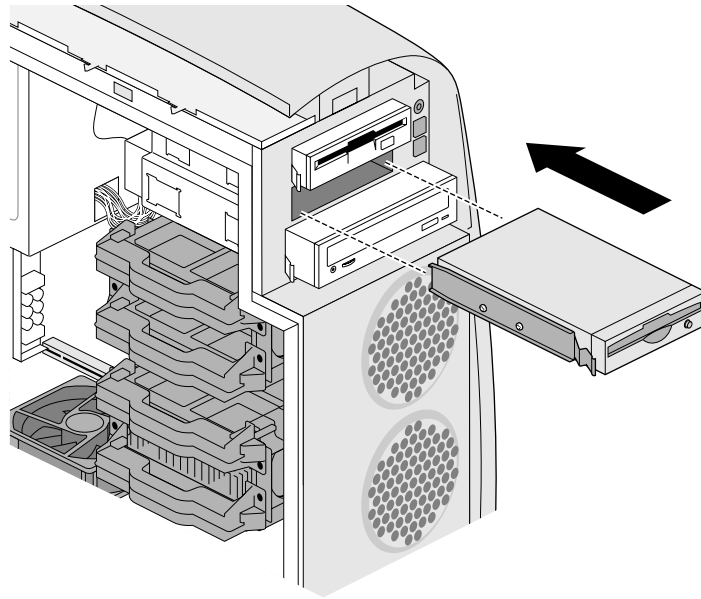

Abbildung 4-5 Einführen des Laufwerks in den Laufwerkseinschub
9. Schieben Sie das Laufwerk in den Laufwerkseinschub. Durch die Vorderseite der Laufwerksschienen wird es im Laufwerkseinschub fixiert. Siehe Abbildung 4-5.
- Schließen Sie das Stromversorgungskabel an der Rückseite des Laufwerks an. Das Kabel ist so konstruiert, daß Sie es nur in eine Richtung einstecken können. Schließen Sie das Kabel am Diskettenlaufwerk wie in Abbildung 4-5 an.